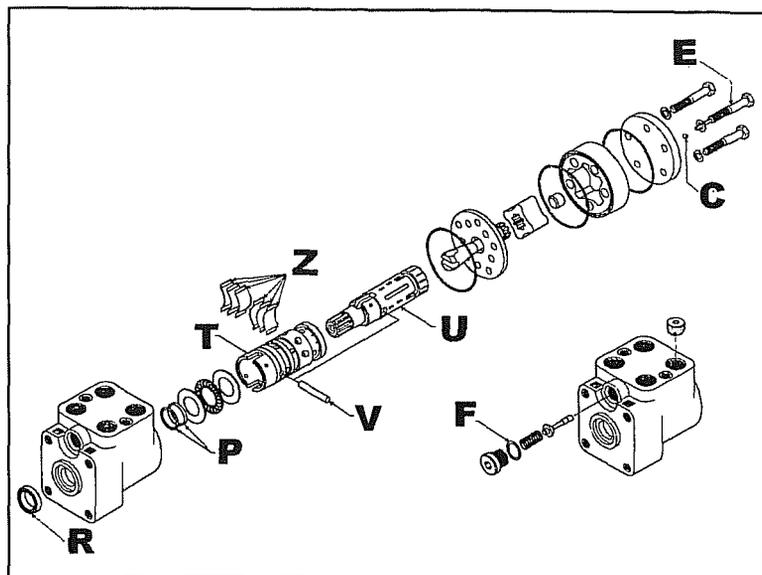
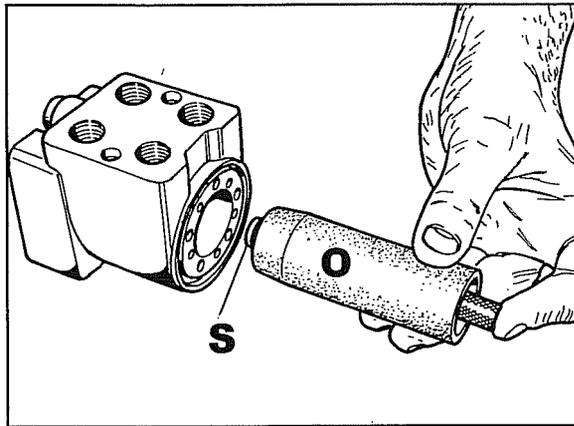
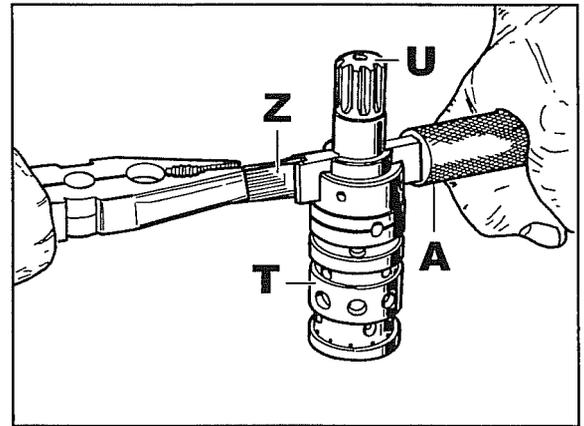

Fig. 61
Fig. 64
Fig. 65
4. La fig. 61 muestra los componentes de la dirección hidrostática.
- Usar la herramienta especial **O** fig. 64 para el montaje del anillo Combi **P** y del anillo sellado aceite **R** fig. 61 y 63.
- a. Colocar el anillo en el perno interno **S** fig. 64 de la herramienta.
- b. Teniendo apretado el perno interno como se ve en la fig. 64, insertar el anillo en su alojamiento.
- Pre-montar el cilindro distribuidor central (piezas **T-U** fig. 61 y 65) introduciendo la clavija **V**, luego montar los resortes **Z** (fig. 61 y 65) como se ve en la fig. 65.
- Para saber la exacta puesta en fase de la dirección hidrostática la fig. 67 ilustra la exacta posición del rotor **B** respecto al plano de empalme de los tubos. La clavija **V** fig. 61 y 67, deberá hallarse en posición perpendicular a dicho plano como se ve en la figura. 67.
- El tornillo **E** con la relativa bola **C** fig. 61, colocarlos en el orificio **D** fig. 67.
- El anillo de sellado **F** fig. 61 y 63, que compone la serie de anillos de sellado, usarlo para sustituir el anillo del tapón válvula de máxima.